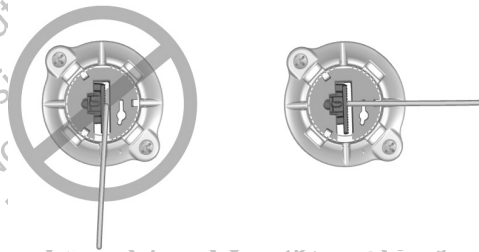

Рисунок 22. Размещение отведения для ГСМ в выходном отверстии для отведения
10. Осторожно разогните отведение для ГСМ и разместите его внутри одного из четырех выходных отверстий для отведения в основании крышки для трепанационного отверстия (Рисунок 22).